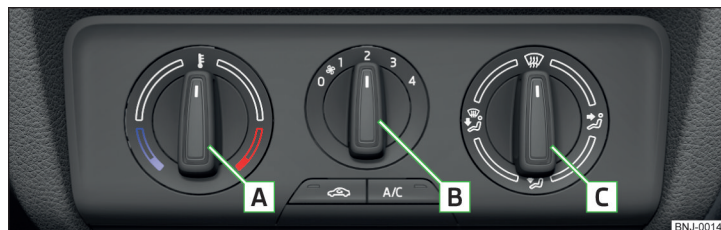

Fig. 103 Elementele de operare a sistemului de aer condiționat
**Funcția fiecărui element de operare în parte » fig. 103**